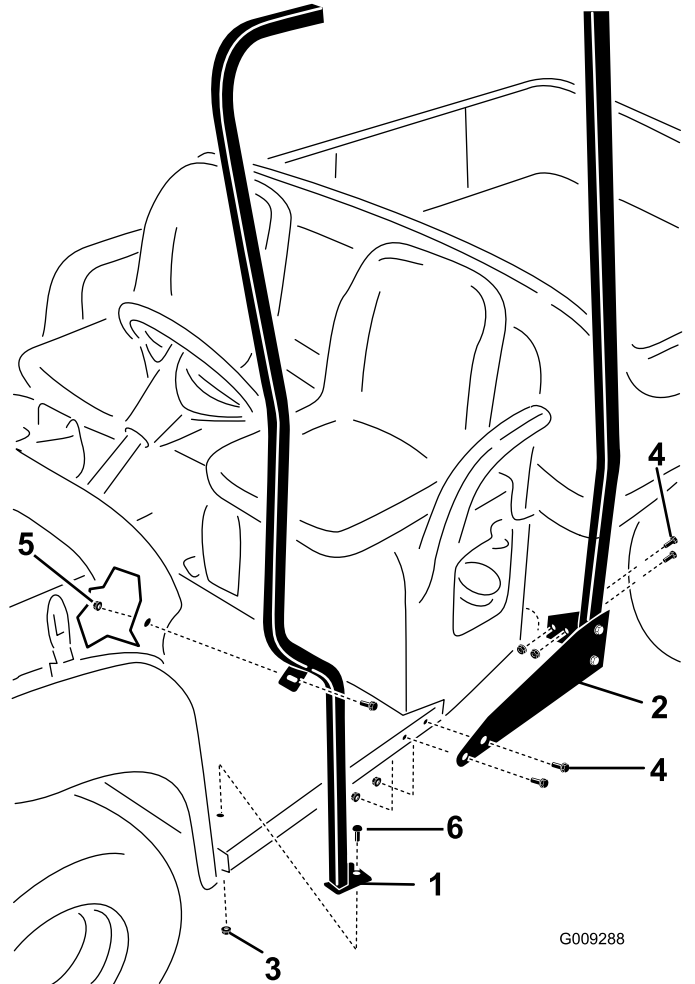

Figura 3
- B. Instale provisionalmente el tubo trasero y los soportes en la máquina con 8 pernos (5/16" x 1") y 8 tuercas con arandela prensada (5/16"), según se muestra en Figura 3.
2. Instale el tubo de sujeción delantero izquierdo en la máquina según se muestra en Figura 3.
6. Retire el perno trasero y la tuerca que sujetan el salpicadero al soporte delantero del bastidor en el lado izquierdo de la máquina (Figura 3).
7. Instale provisionalmente los soportes delanteros en el suelo de la máquina (Figura 3).